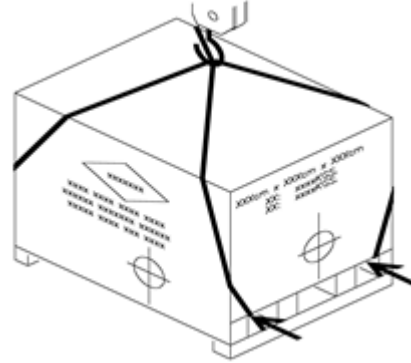

Рис. 4.1.1
- (1) Грузоподъемность крана должна превышать вес поднимаемого груза.
- (2) Подготовьте подходящие стропы.
- (3) Пожалуйста, перепроверьте стропы перед началом работ по подъему.
- (4) Разместите стропы, как показано на Рис.4.1.1.
- (5) При подъеме грузчики должны держаться в отдалении от станка, не